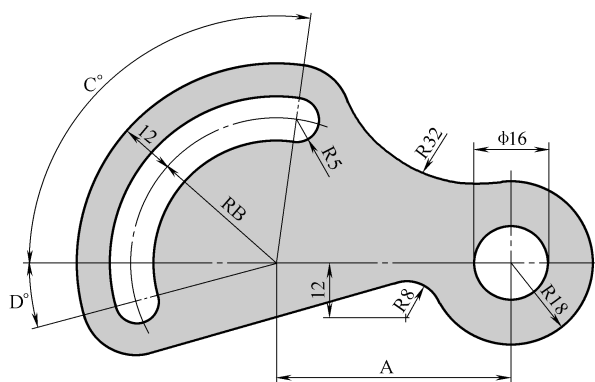

图 A-9 练习题 9
9. 参照图 A-9 绘制图形，注意图中圆弧的相切、同心等几何关系。请问图形中深色区域的面积是多少？